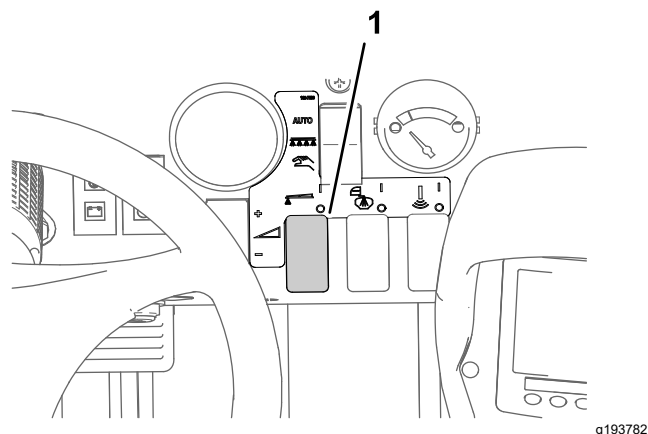

Figure 42
8. Utilisez la commande de débit de pulvérisation pour obtenir la pression de pulvérisation voulue comme indiqué dans le guide de sélection des buses fourni avec le pulvérisateur (Figure 42).